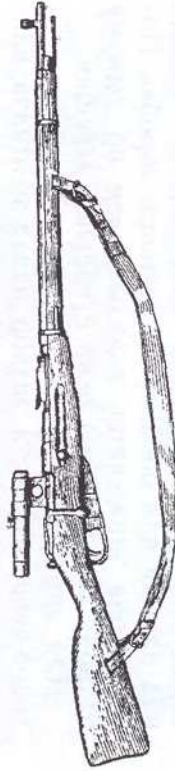

Рис. 1. Общий вид снайперской винтовки
1. 7,62-мм снайперская винтовка обр. 1891/30 г. с оптическим прицелом ПУ (рис. 1) — оружие снайпера. Она служит для уничтожения важных